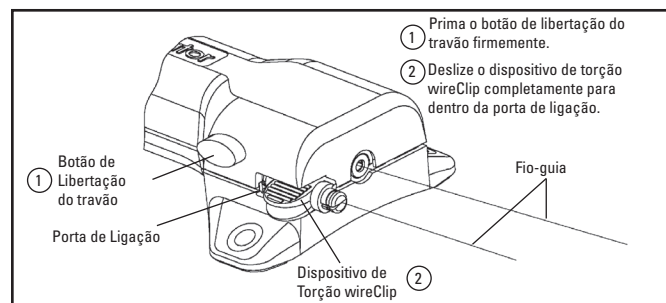

Figura 5. Botão de Libertação do Travão e Porta de Ligação wireClip
- A porta de ligação pode ser usada para manter o travão na posição libertada. Quando premir o botão de libertação do travão, deslize a combinação de dispositivo de torção wireClip/fio-guia completamente para dentro da porta de ligação (consulte a Figura 5). O botão de libertação do travão permanecerá premido. **Não utilize esta função durante a ablação.**